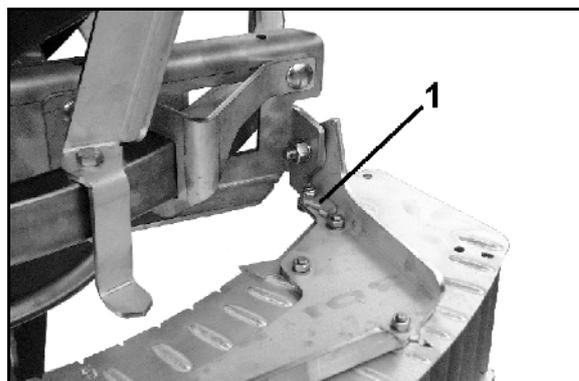

Fig. 77
se efectúa por medio de las palas telescópicas (Fig. 77/1), de acuerdo con los datos de la tabla de dispersión, dependiendo del tipo de abono empleado y la distancia desde la primera senda de tránsito hasta el margen del terreno, de la manera que se indica a continuación:
1. Regular la posición de las palas telescópicas (Fig. 77/1) en el disco de dispersión, después de soltar la tuerca de mariposa, dentro del rango de la escala (Fig. 77/2). Leer el valor numérico en el indicador (Fig. 77/3) y volver a fijar la tuerca de mariposa.
2. Colocar la parte exterior de la pala (Fig. 77/4), después de soltar la tuerca (Fig. 77/5), en un valor alfabético más alto de la escala (Fig. 77/6). La posición correspondiente de la parte exterior de la pala se determina por medio del indicador (Fig. 77/7) de la escala.